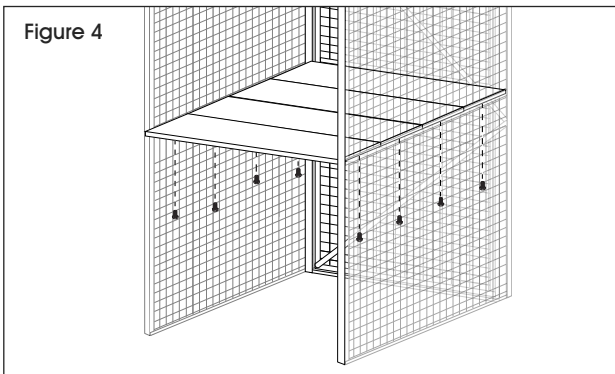

Figure 4
5. Placez la première des quatre parties de la tablette sur les rails avec la face plate orientée vers le haut. Boulonnez la première partie aux rails pour tablette en utilisant deux boulons courts à tête hexagonale. Les boulons passent par les rails pour tablette et dans les trous filetés des tablettes. Répétez l'opération avec les trois autres parties. (Voir Figure 4)